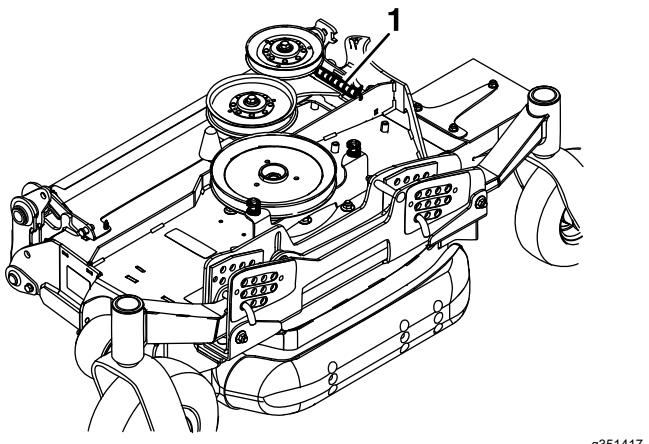

Figura 87
23. Para facilitar la instalación de las carcassas laterales, retire cuidadosamente el extremo expuesto del muelle que aplica presión a la parte trasera de la cubierta de la carcasa lateral (Figura 87).